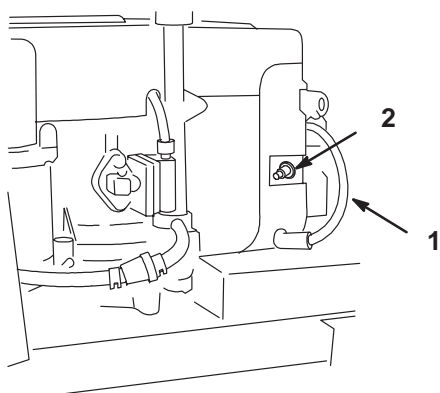

Figure 23
3. Débrancher le(s) fil(s) de la(des) bougie(s) (Fig. 23). Nettoyer tout autour des bougies pour ne pas introduire dans le moteur de la saleté qui risque de l'endommager.
3. Reconnecter les fils des bougies (Fig. 23).